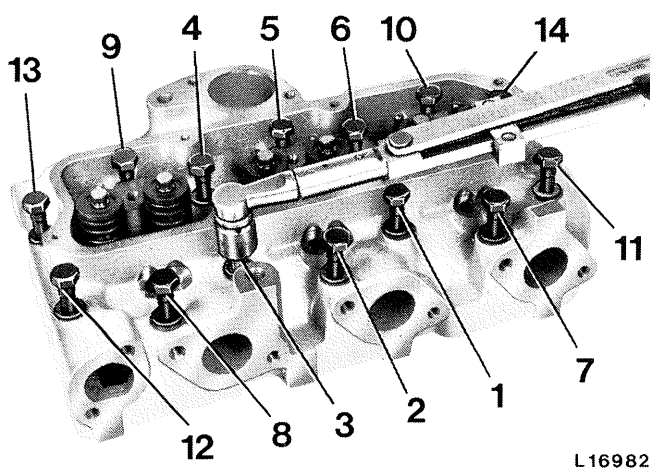

Fig. 6 — Ordre correct de serrage des vis de culasse
3. Serrer successivement et régulièrement les vis de culasse enduites d'huile dans l'ordre indiqué sur la figure 6, puis les bloquer au couple de 130 Nm (95 ft-lb).